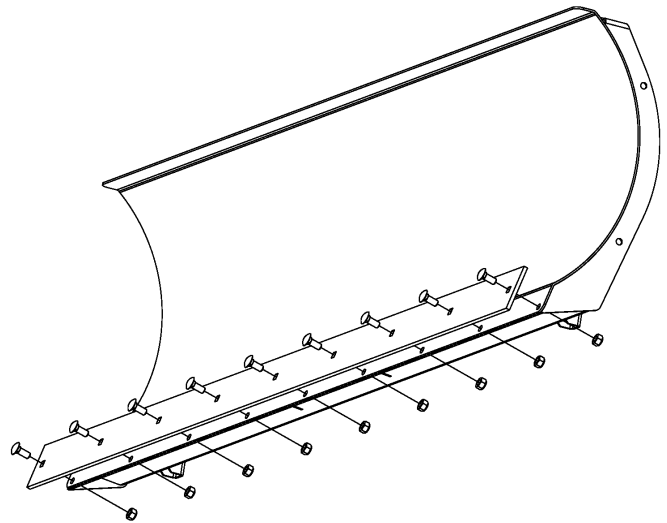

ABBILDUNG 1
1. Schürfleiste gemäß Abbildung 1 an der Pflugschar befestigen. 10-mm-Durchmesser-Schlossschrauben durch alle viereckigen Öffnungen in der Schürfleiste und durch die entsprechenden Öffnungen an der Schar eindrehen. Jede Schraube mit einer 10-mm-Sicherungsmutter sichern.